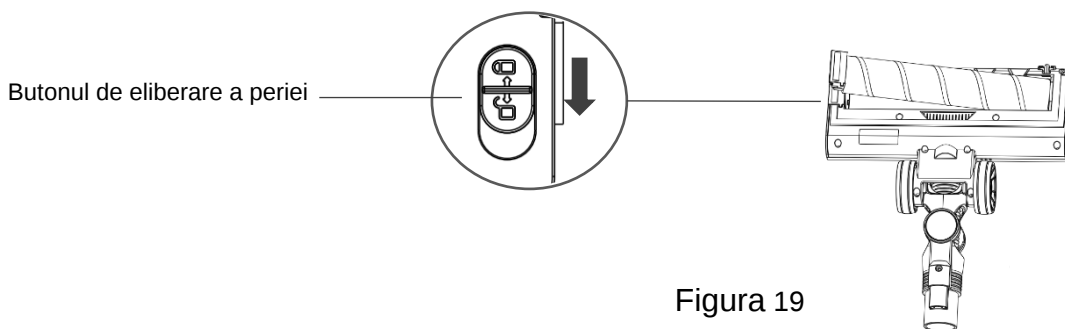

Figura 19
2. Apăsați butonul de eliberare a periei cu role de pe partea laterală a periei de podea în direcția de deblocare, iar peria cu role se va elibera automat. (Figura 19).